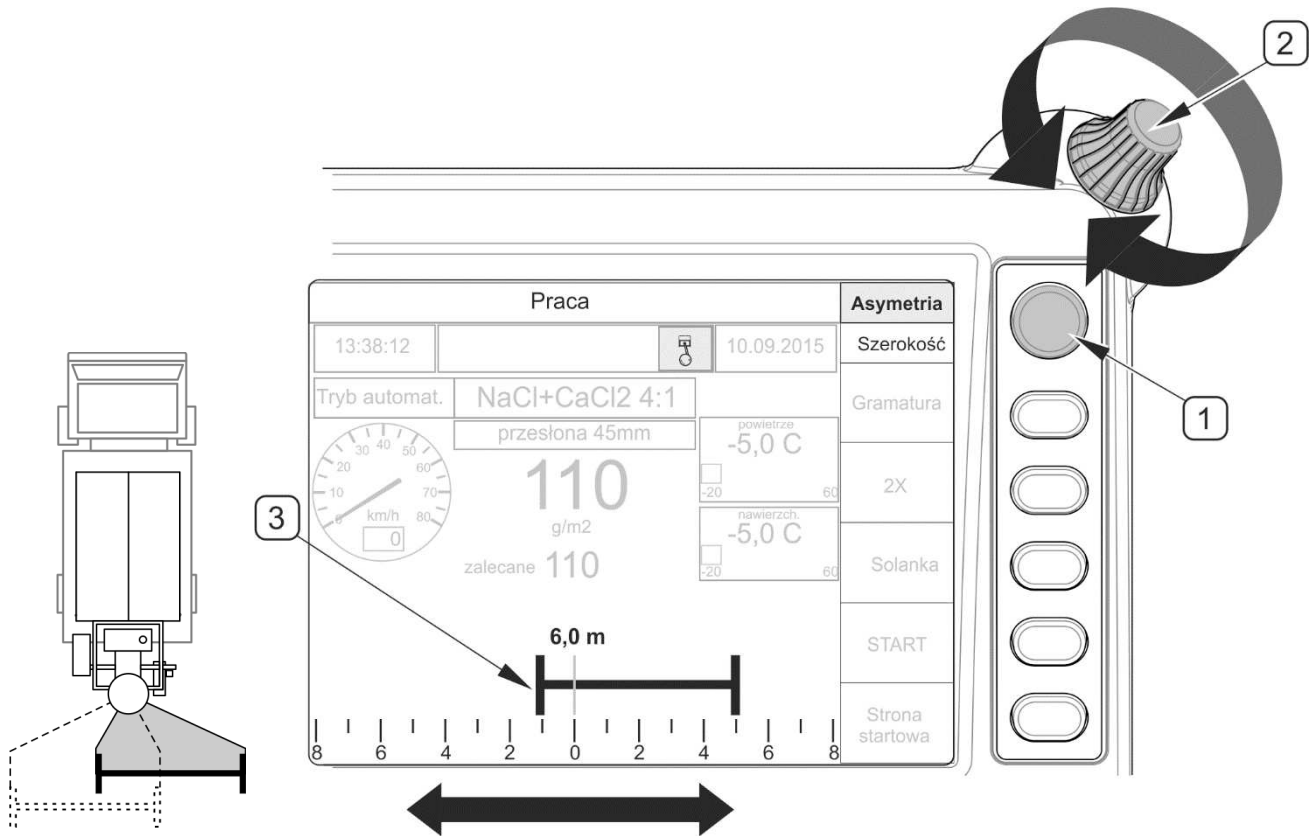

РИСУНОК 4.27 Корректировка асимметрии разброса
Корректировка ширины разброса осуществляется из кабины оператора с рабочей страницы "РАБОТА" пульта управления. Чтобы откорректировать ширину разброса, необходимо (РИСУНОК 4.27):
- при помощи кнопки (1) подсветить функцию "Ширина",
- вращая рукоятку (2), установить необходимую ширину (3) 2 м ÷ 12 м.
Чтобы откорректировать асимметрию разброса, нужно на рабочей странице "Работа" подсветить при помощи кнопки (1) поле "Асимметрия". Вращая рукоятку (2), переместить актуальную ширину разброса влево или вправо (РИСУНОК 4.27).